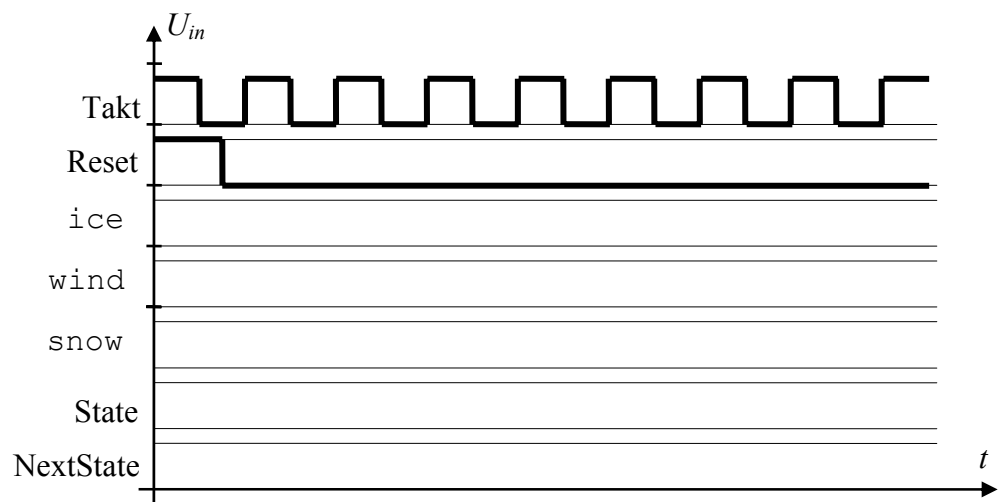

Abbildung 4.1
- (d) Tragen Sie den Zeitverlauf von `wind`, `snow` und `ice` in Abbildung 4.1 ein!